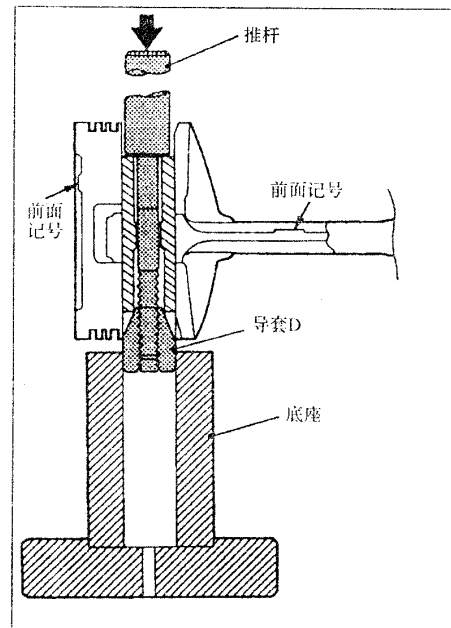

图 3-43
(2) 活塞销的拆卸
- 如图 3-43, 从前面箭头记号侧插入推杆 (专用工具), 然后装导套 D。